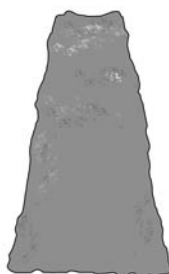

Fig. 15
**REMARQUE** : Lors de la taille, il est conseillé de réaliser une forme en trapèze (Fig. 15). C'est lorsque que le bas est plus large que le haut. Une coupe en trapèze correspond à la croissance naturelle des plantes et permet une croissance optimale de la haie car elle permet à la lumière d'arriver au bas de la haie.